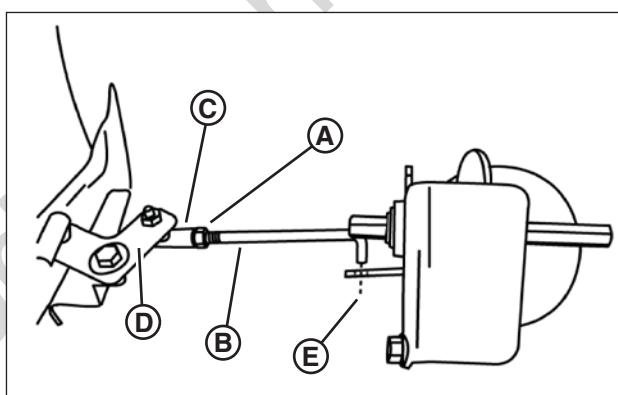

Figura 29: Ajuste de la varilla de transferencia
- Suelte la contratuerca (**A**, **Figura 29**) que fija la varilla de transmisión (**B**) a la junta esférica (**C**) en el soporte de giro (**D**).